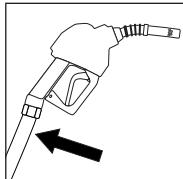

Figure 16
- Insert hose into inlet of nozzle. A slight push is required to seat the inner hose into the nozzle body. (*See Figure 16*)
- Insérez le boyau dans l'ouverture de la lance. Une poussée légère est requise afin de sécuriser le boyau dans le corps de la lance. (*Voir Fig. 16*)